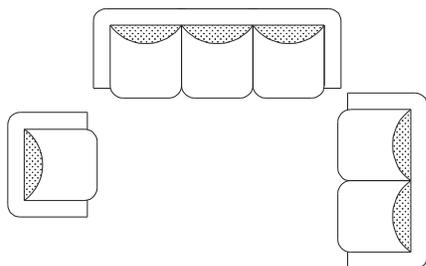

图 2-1-13
**STEP 10** 使用旋转命令 ROTATE 和移动命令 MOVE 将单人、双人、三人沙发移动组合在一起，如图 2-1-13 所示。